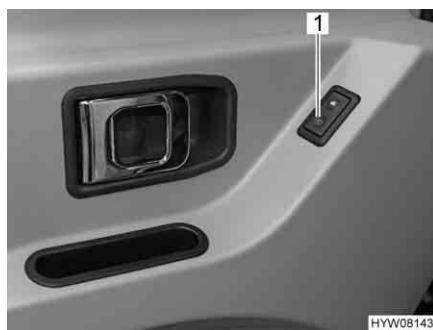

Fig. 26 Interruttore (azaracristalli elettrico nella porta conducente)
- Premere l'interruttore (Fig. 26,1).